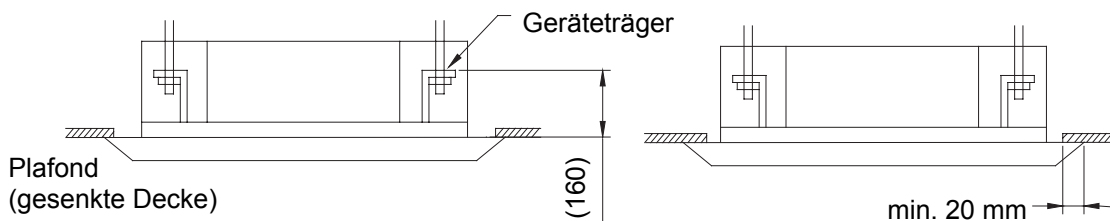

Abb. 3
3. Das Gerät in die richtige Installationslage bringen (siehe Abb. 3).